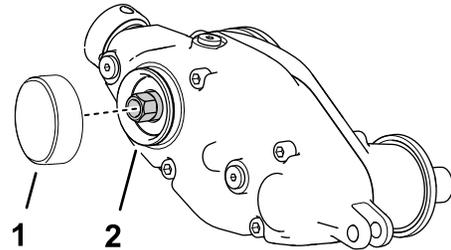

Figura 14
1. Applicare un composto di fissaggio a legame cilindrico di media resistenza (come Green Loctite 609®) attorno alla scanalatura dell'anello a scatto e alla superficie del diametro esterno (Figura 14).
2. Montate il tappo come nella figura Figura 14.